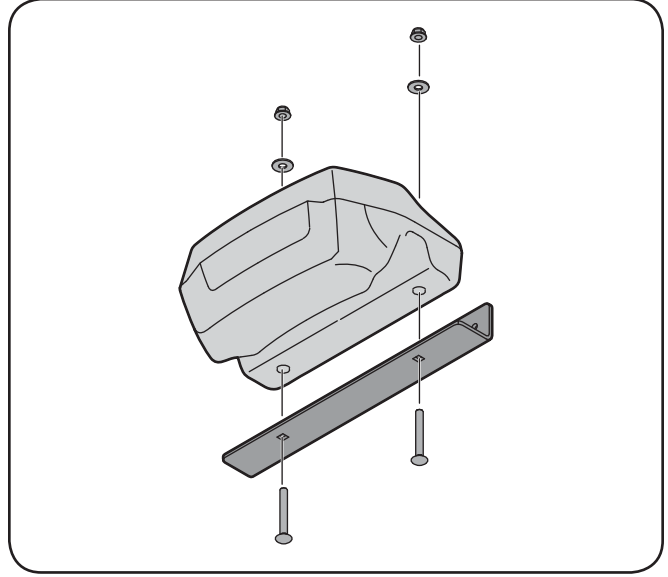
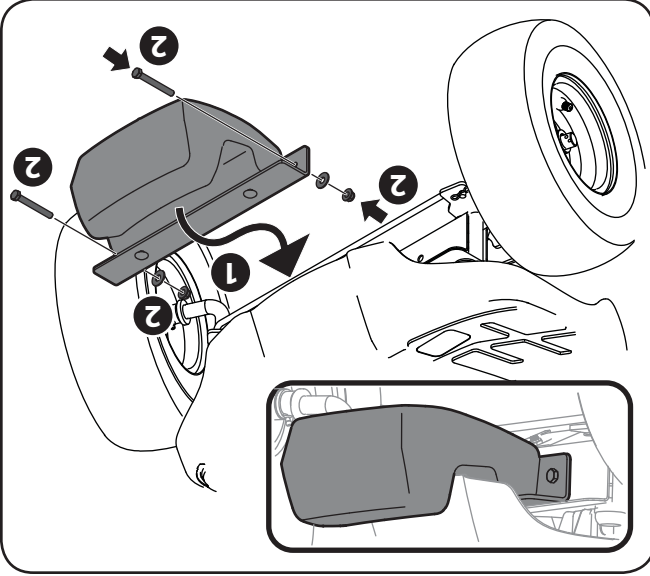

Figure 4-8
Figure 4-10
Assemblez et installez le contrepoids sur la tringlerie de direction avant à l'aide de la quincaillerie de l'ensemble 683-05063. Voir Figure 4-8 et Figure 4-10.
1. Installez le support de montage du contrepoids sur le contrepoids à l'aide de deux boulons de carrosserie 710-0572, deux rondelles plates 736-0159 et deux contre-écrous à bride 712-04063 de l'ensemble de quincaillerie 683-05063. Voir Figure 4-8.